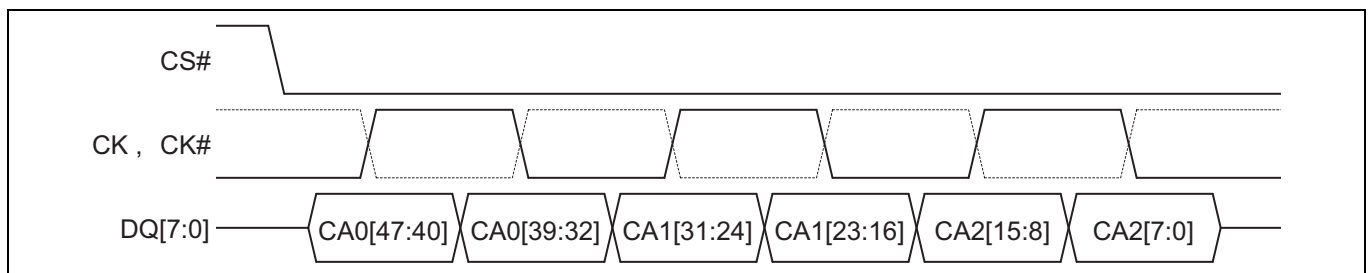

Figure 6 コマンド / アドレス (CA) シーケンス [4.5,6,7]
- Figure 6 に HYPERBUS™ でのすべてのトランザクションの初期の 3 クロック サイクルを示します。